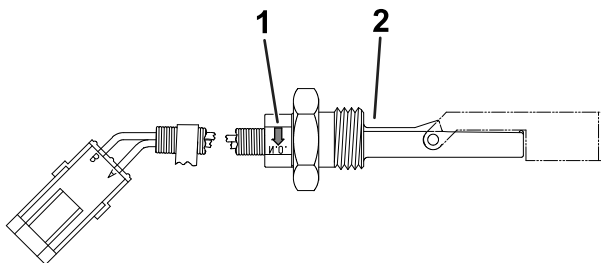

图8
- 如果机器配备有泄漏检测油箱，请将油位传感器装入油箱，确保传感器上的箭头向下（图8）。上紧传感器螺母扭矩至 12.5~15.8N•m。